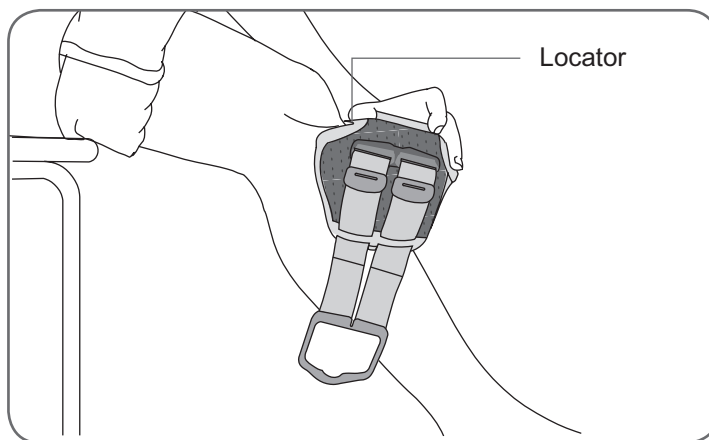

Abbildung 7-2: Ausrichten des Locators der L300-FS-Manschette unterhalb der Kniescheibe
5. Schieben Sie den Locator an Ihrem Bein hoch, bis dieser fest, aber bequem unterhalb der Kniescheibe sitzt (siehe Abbildung 7-2).